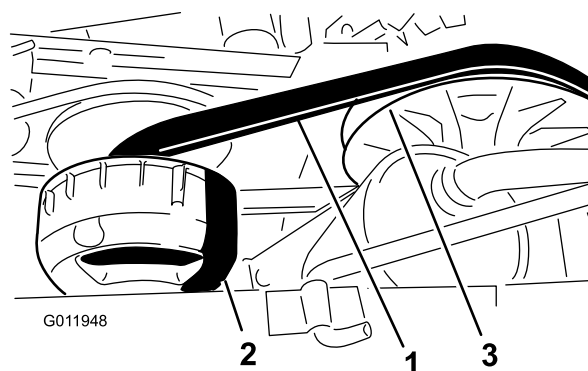

Figure 52
3. Faites tourner la courroie (Figure 52) et vérifiez qu'elle n'est pas excessivement usée ou endommagée.
3. Faites tourner la courroie et faites-la passer sur l'embrayage secondaire (Figure 52).
4. Enlevez la courroie de l'embrayage principal (Figure 52).
5. Alignez la courroie neuve sur l'embrayage principal (Figure 52).
6. Faites tourner la courroie et faites-la passer sur l'embrayage secondaire (Figure 52).